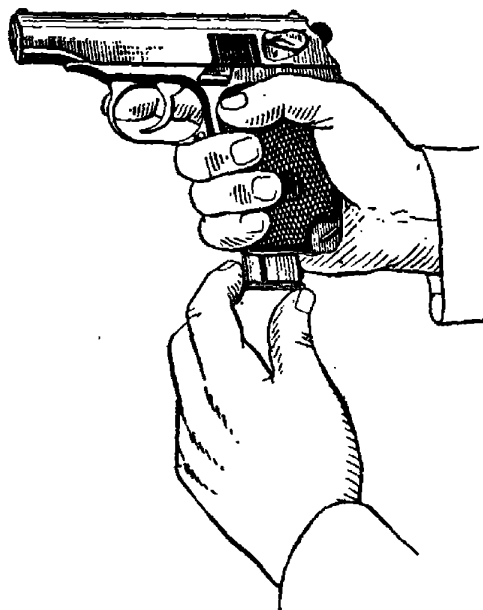

Рис. 9. Вставление магазина
3. Вставить магазин в рукоятку. Удерживая пистолет в правой руке, большим и указательным пальцами левой руки вставить магазин в рукоятку через нижнее окно основания рукоятки (рис. 9). Нажать на крышку магазина большим пальцем так, чтобы защелка (нижний конец